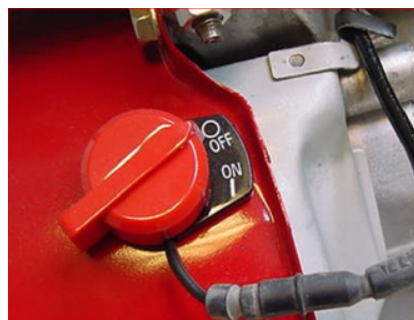

Figura 9 Control de parada del motor
Para parar el motor, gire la llave de arranque hasta la posición OFF (O) (Figura 9).